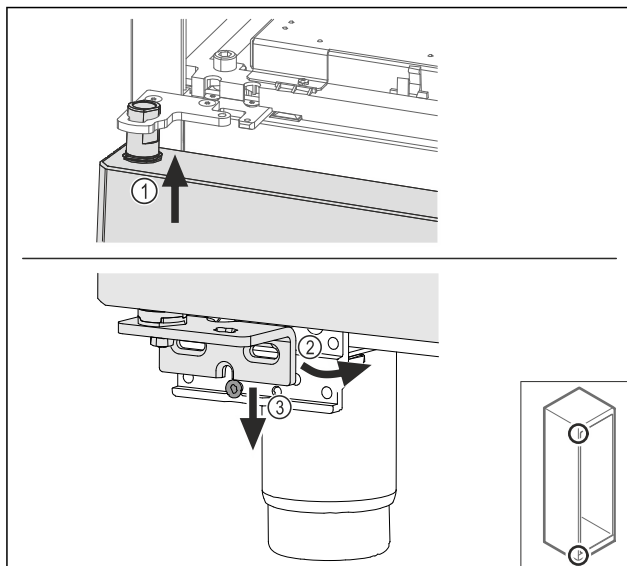

Fig. 60
- Inserire la porta leggermente inclinata in alto Fig. 60 (1),addrizzare la porta Fig. 60 (2) e posizionarla in basso sulla vite del blocco di supporto Fig. 60 (3).